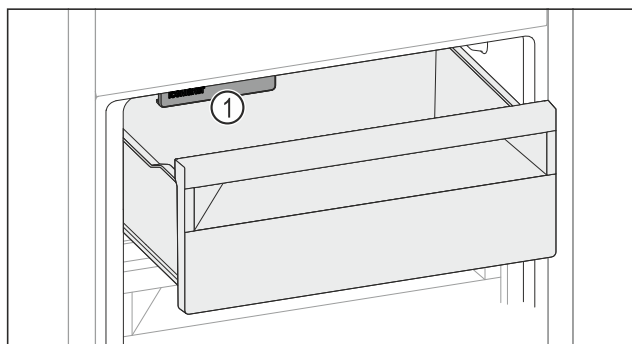

Fig. 158
- ▶ Uwzględnić IceMaker Fig. 158 (1).